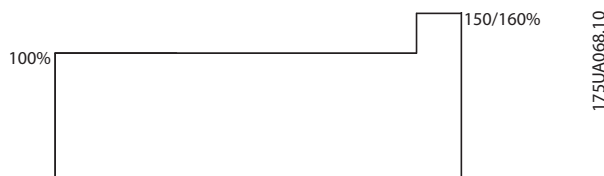

Рисунок 6.3 Вертикальные нагрузки
- Тормозные резисторы для вертикальных нагрузок (краны, подъемники, лифты), см. *Рисунок 6.3*.